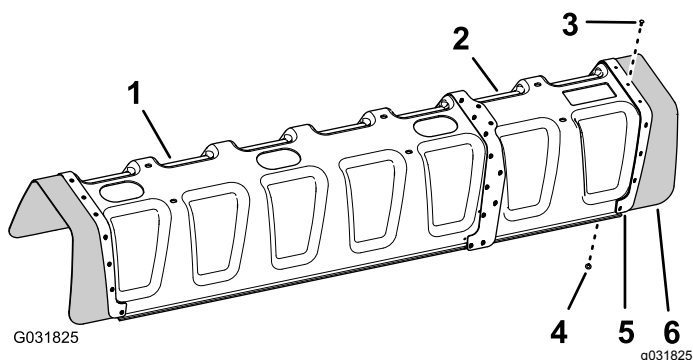

Figura 148
5. Allineate i fori nel cappuccio in gomma e nella piastra di rinforzo (fila singola) che avete rimosso al passaggio 2 con i fori all'estremità della sovraestensione (Figura 148).